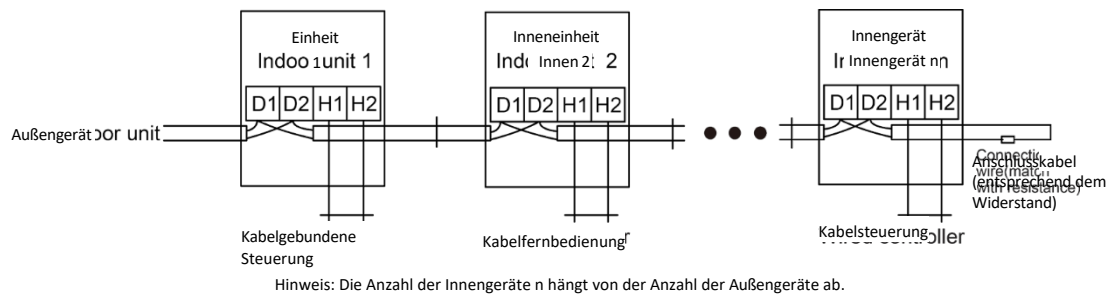

Abb. 5.5
- 2 Um die Zuverlässigkeit der Kommunikation zwischen dem Innen- und dem Außengerät sowie der Kommunikation zwischen den Innengeräten zu gewährleisten, fügen Sie einen geeigneten Widerstand (im Lieferumfang enthalten) auf der Verdrahtungsplatine des letzten Innengeräts in einer Reihenschaltung ein. Der entsprechende Widerstand muss parallel zwischen den Klemmen D1 und D2 angeschlossen werden, siehe Abb. 5.5.